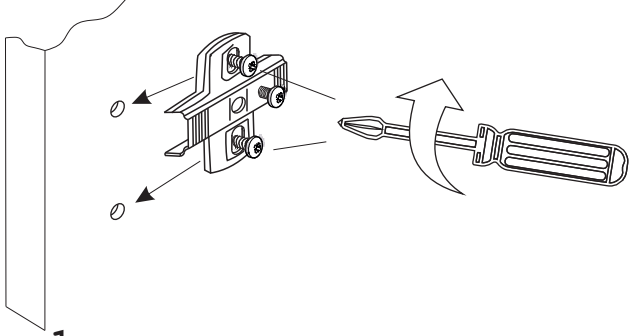

Рис. 1.
1. Привернуть монтажные планки к бокам и/или перегородкам локера (Рис. 1).